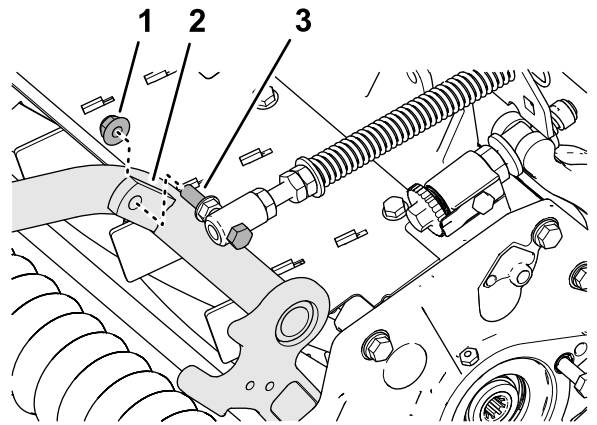

図 9
4. ターフ補正スプリングのキャップスクリューを、キャリアフレームの右側タブに組み付ける 図 9 フランジロックナット $\frac{3}{8}$ "を使用する。